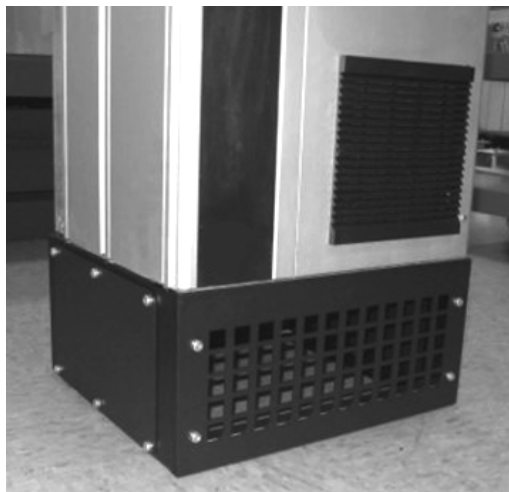

Рис. 7 Преобразователь частоты CUE на цоколе
4. Закрепите преобразователь частоты CUE на цоколе с использованием прилагаемых винтов. См. рис. 7.